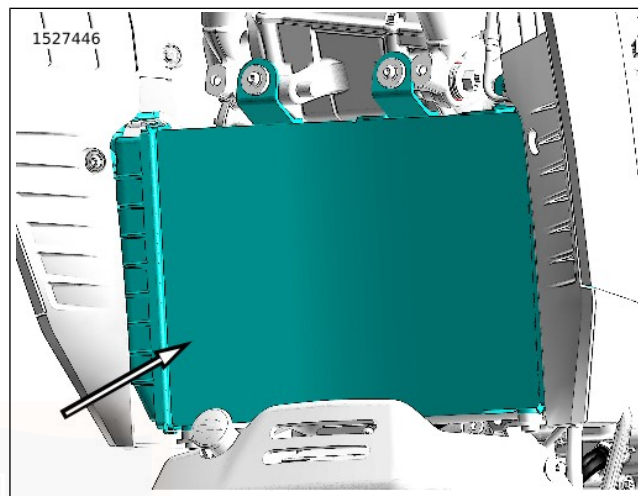

Abbildung 65. Kühlerlamellen
1. Siehe Abbildung 65. Ablagerungen von den Kühlerlamellen entfernen.